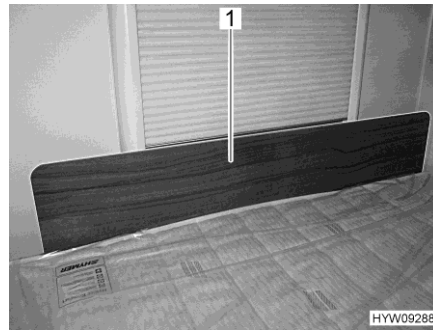

Bild 86 Skyddsplåt/fallskydd
- Sätt dit skyddsplåten (Bild 86,1) framför fönstret mellan madrassen och fönsterramen. Klämverkan på madrassen som håller fast skyddsplåten i dess position framför fönsterramen.